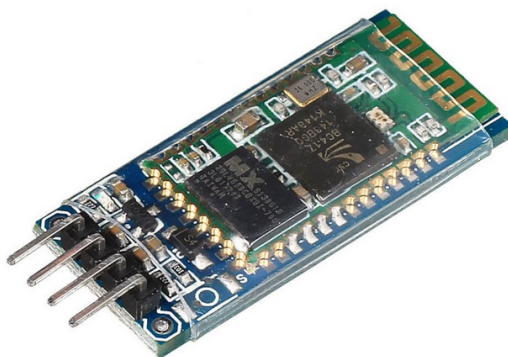

Рисунок 7: Bluetooth-модуль HC-06
- Подключите Bluetooth-модуль HC-06 (рис. 7) к разъему UART XS2 контроллера следующим образом: